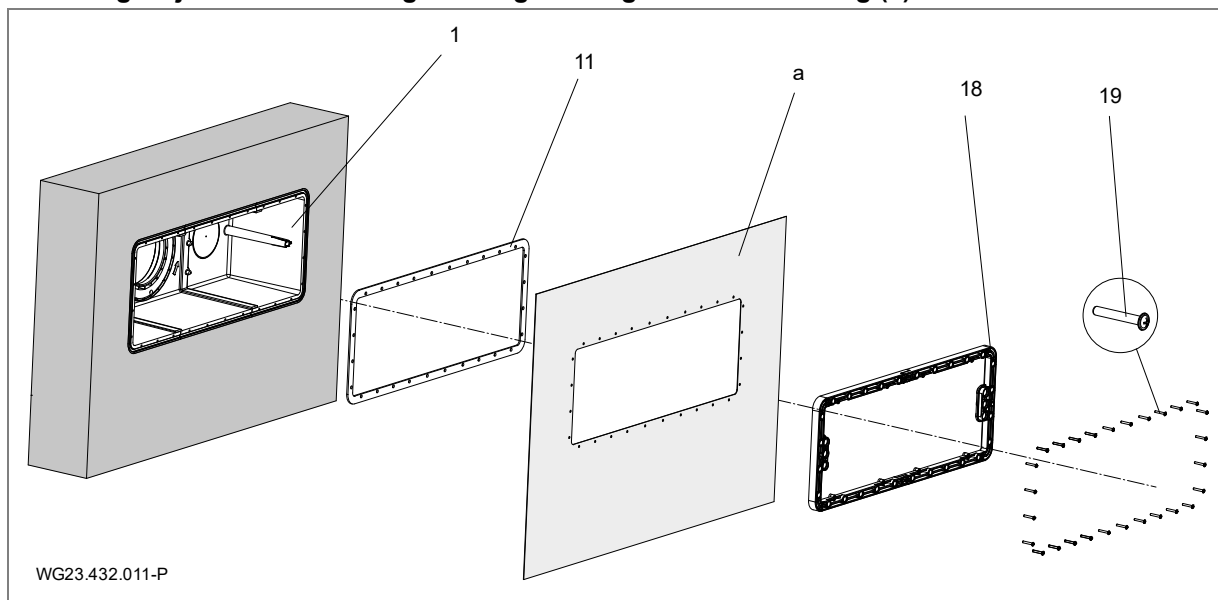

Fig. 7
For tetning av betongveggen anbefales det å opprette en omløpende ring av epoksidharpiks/kvartssand på bassensidens yttervegg på huset (1). Se "Fig. 7" side 15.